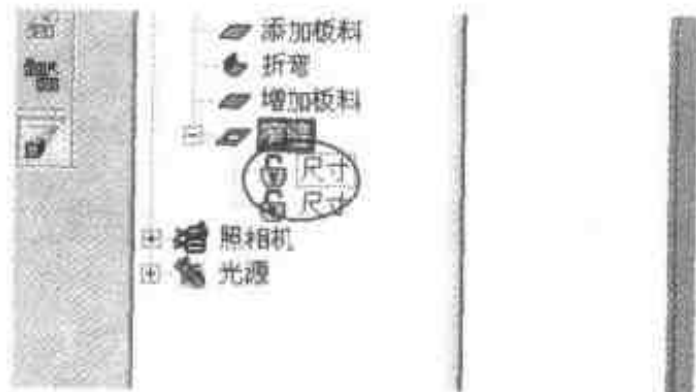

图 4.30 删除约束尺寸
(6) 在零件设计树中将窄缝展开，将如图 4.30 所示的两个约束尺寸删除。